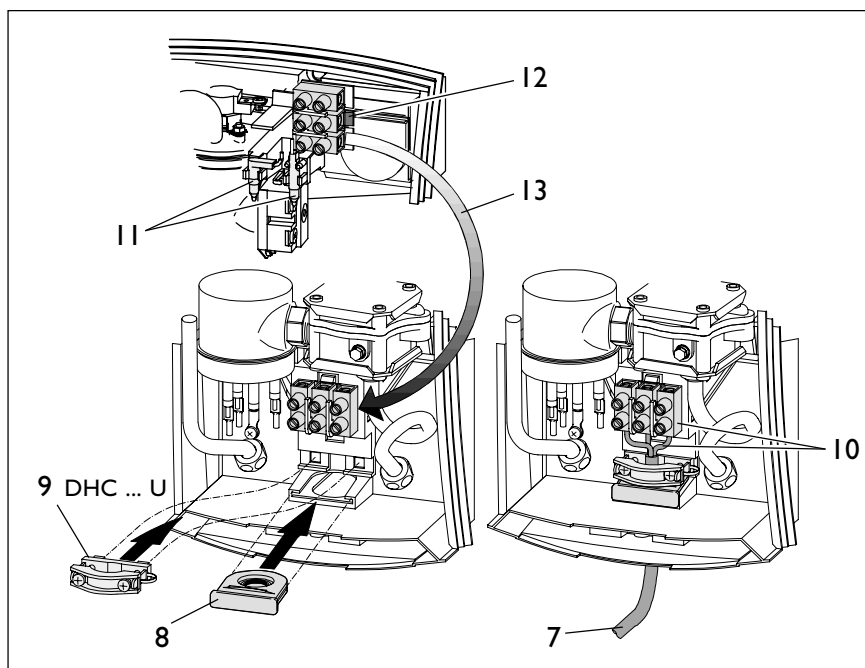
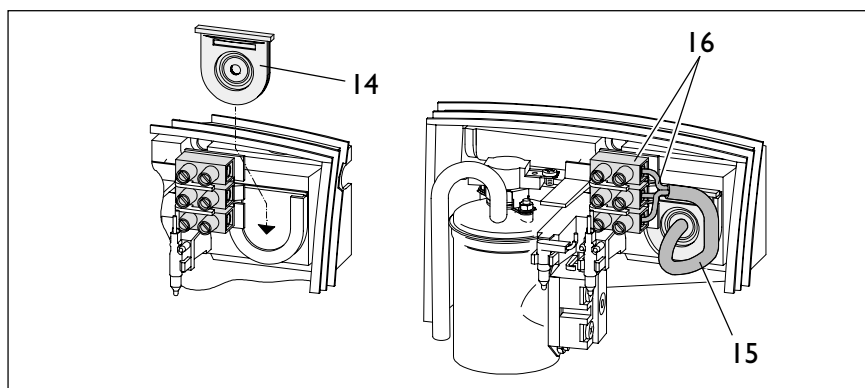

Рис. 16
Рис. 17
3. Электрический кабель укоротить в соответствии с рис. 16 и изолировать (кроме прибора ДНС 3 U).
⚠ Для защиты от попадания воды необходимо использовать уплотнение кабеля (рис. 16, поз. 8 и рис. 17, поз. 14). Вырезать уплотнительную шайбу в соответствии с толщиной кабеля электроподключения.
DHC 3 U (рис. 16)
DHC 6 U (рис. 16)
- **Подключение в верхней части прибора/открытая или скрытая проводка (рис. 17)**
- Отжать фиксатор клеммной колодки (рис. 16, поз. 12), вынуть клеммную колодку и смонтировать ее в нижней части прибора (поз. 13).